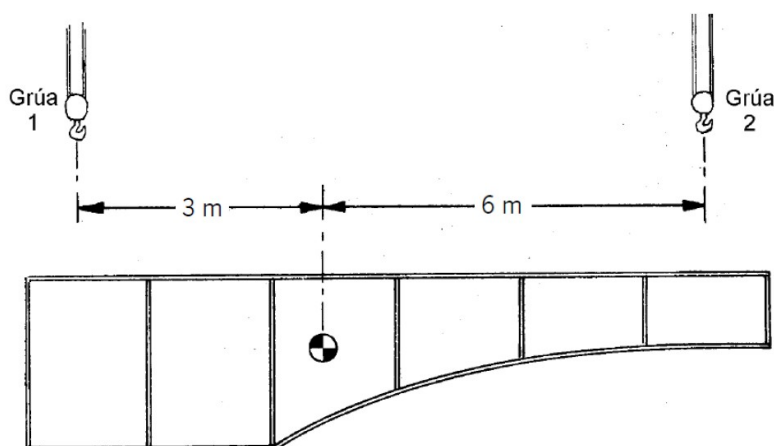

Figura 6
33. En la figura 6 tenemos una carga en equilibrio de 300 toneladas sostenida por dos grúas, ¿qué carga soporta la grúa 1?: